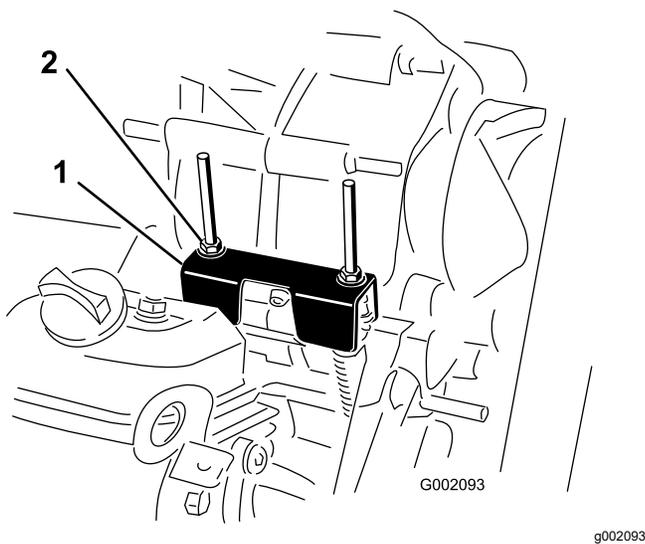

図 52
定期整備を行う時やエンジンの故障診断を行う時には、トランスアクスルをニュートラルにシフトしておく必要があります 図 52。トランスアクスルをニュートラル位置にするにはシフトレバーをニュートラル位置にします。以下の操作を行って、ニュートラルでシフトレバーが正常に機能することを確認してください
2. ニュートラルブラケットがニュートラル位置シフトブラケットの下にあるケーブル取り付けブラケットと面一になっていることを確認する 図 52。